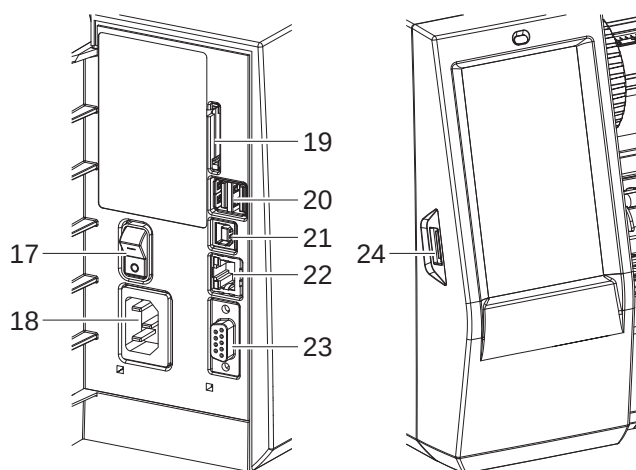

图 3 传输接口
所有标准接口和连接埠请参照图 3。
2. 请将电源线插进条码打印机电源插座（18 / 图 3）。
- ▶ 开启条码打印机的电源开关（17 / 图 3）。